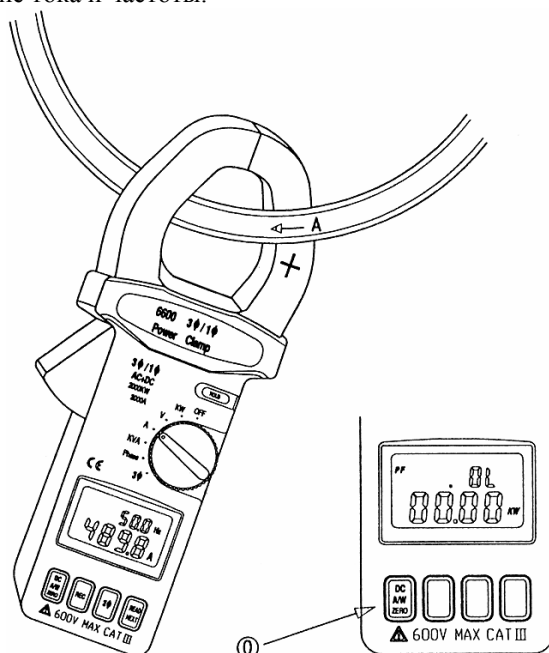

Рис. 4
- а) Установите поворотный переключатель в положение A (см. рис. 4).
- д) Прочитайте на дисплее значения напряжения (A) и частоты (Hz).